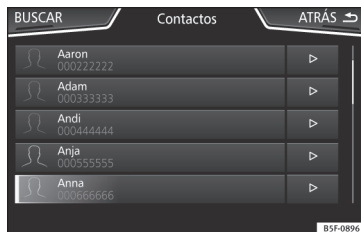

Fig. 190 Menú Contactos.
- Premeu el botó de funció **Cerca** >>> **fig. 190** per obrir la màscara de cerca.
- Premeu el botó de funció **>** >>> **fig. 190** situat al costat de l'entrada a la llista de contactes.